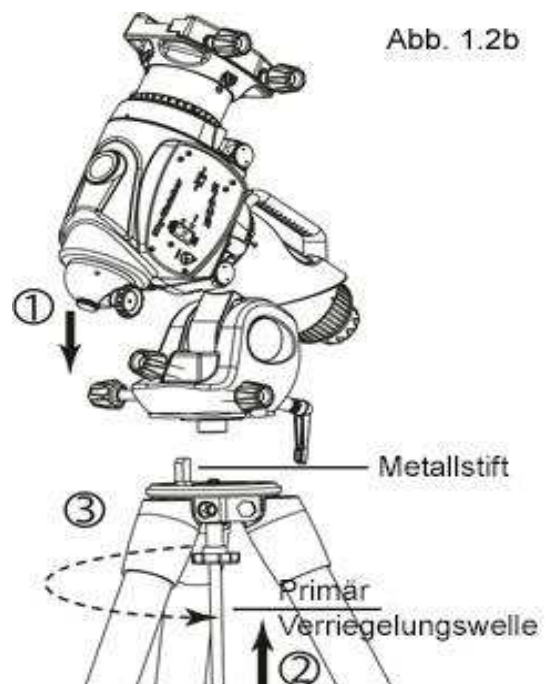

Abb. 1.2b
2. Richten Sie den Metallstift auf dem Stativkopf auf den Abstand zwischen den beiden Azimut-Einstellknöpfen aus. Stellen Sie dann den Montierungskopf auf das Stativ. (Abb. 1.2b)
4. Während Sie den Montierungskopf mit einer Hand halten, drücken Sie die primäre Verriegelungswelle vorsichtig gegen die Unterseite des Montierungskopfes und drehen Sie die Welle gegen den Uhrzeigersinn, um den Montierungskopf an der Oberseite des Stativs zu befestigen. Ziehen Sie die Welle mit dem Rändelknopf an der Primärverriegelungswelle fest. (Abb. 1.2b)